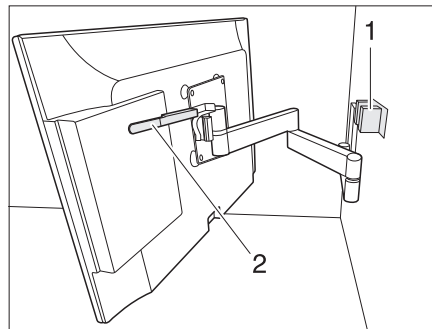

Fig. 58 Support à bras articulé
- Pousser le levier (Fig. 58,2) vers le bas pour détacher l'écran plat du dispositif de blocage (Fig. 58,1). Relâcher le levier.